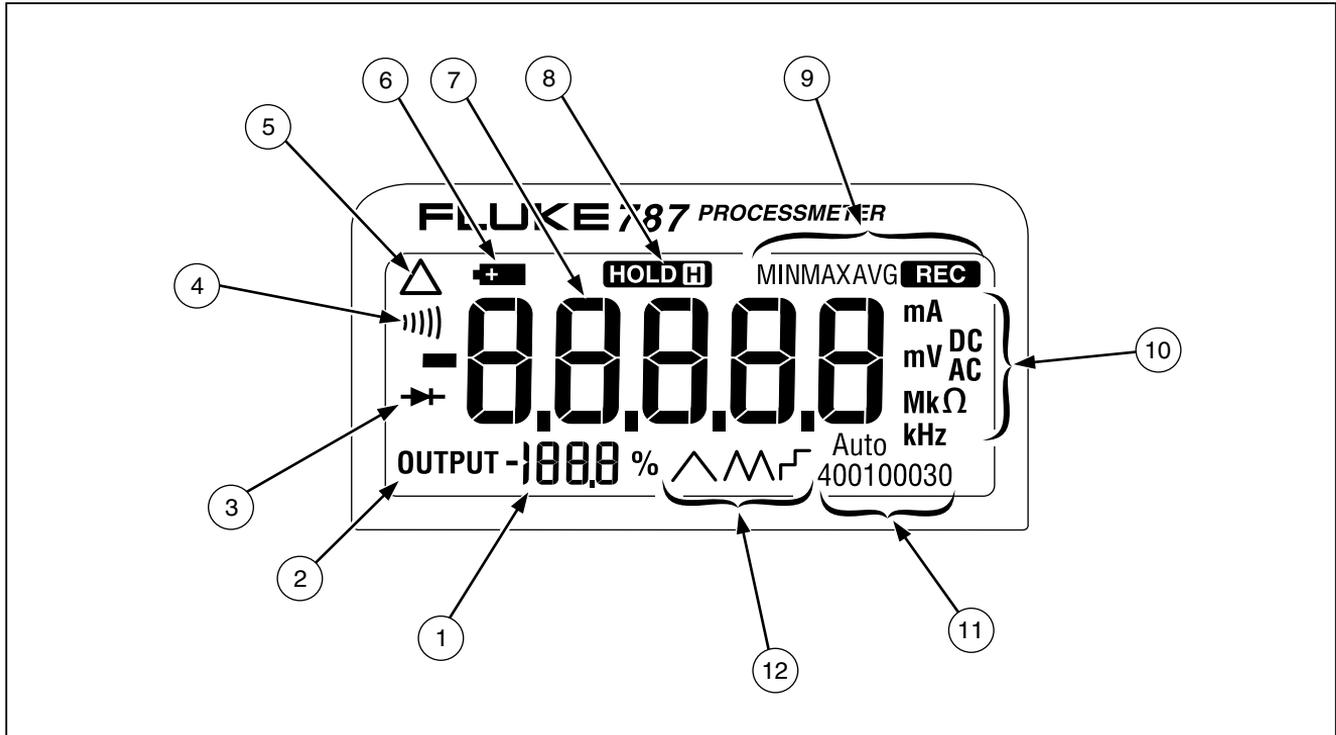

Figura 6. Elementos do mostrador
- Figura 6 e Tabela 6 explicam o que cada elemento do mostrador indica.